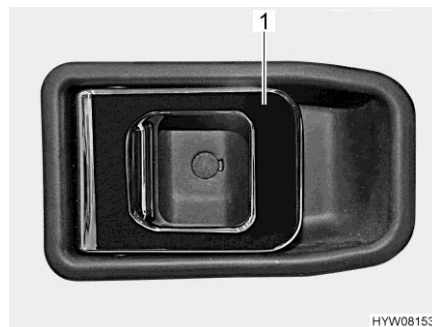

Fig. 44 Serratura della porta (porta conducente/porta di ingresso, lato interno)
- Tirare la maniglia (Fig. 44,1). La serratura della porta si sblocca o apre.
- Premere la maniglia (Fig. 44,1). La serratura della porta si blocca.